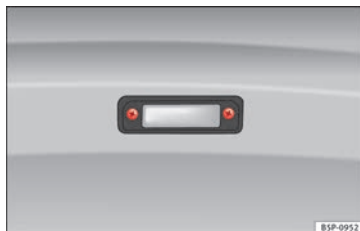

Bild 107 Ta av nummerskyltsbelysningen
- Skruva bort skruvarna för att ta av glödlampen » **bild 107**.